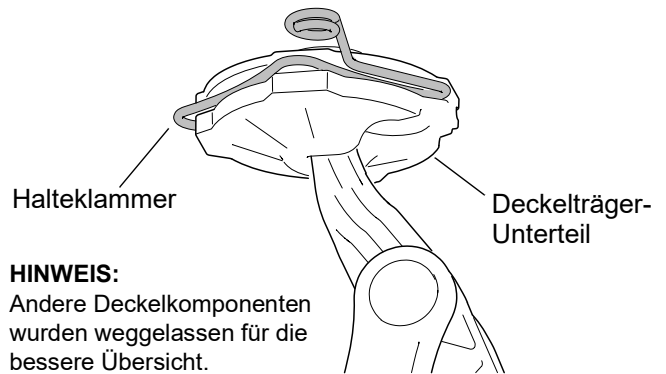

Abb. 805 Halteklammer in Position
Sicherstellen, dass alle Halteklammern (4) richtig sitzen. Sie müssen bis zum Anschlag und aus der richtigen Richtung eingesetzt werden (siehe Abb. 805).